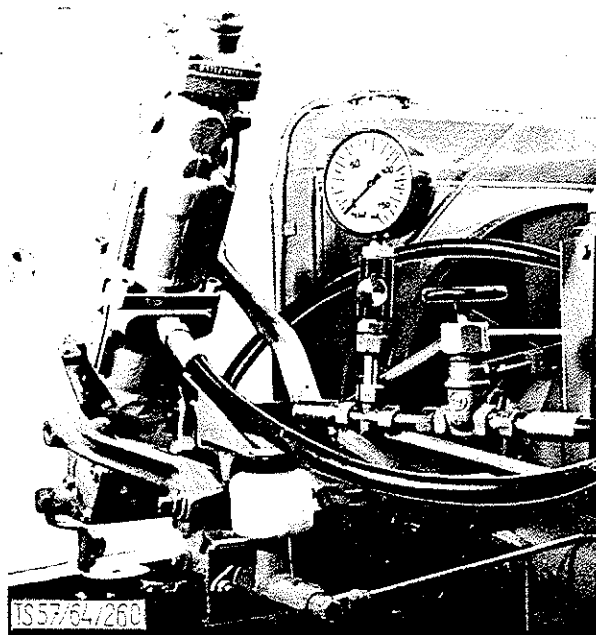

Bild 11: Gedämpftes Manometer mit Absperrventil
1. In die Druckleitung zwischen ZF-Eaton-Pumpe und ZF-Spindel-Hydrolenkung ein gedämpftes Manometer mit Entlüftungsschraube und Sperrventil, Bereich von 0-150 atü (Bild 11), nach Möglichkeit so einbauen, daß es vom Fahrersitz aus gut beobachtet werden kann. (Wird zur späteren Messung benötigt).
- b) Manometer 0-10 atü anstelle des Manometers 0-150 atü einbauen (Bild 11) und Ölstand evtl. ergänzen.